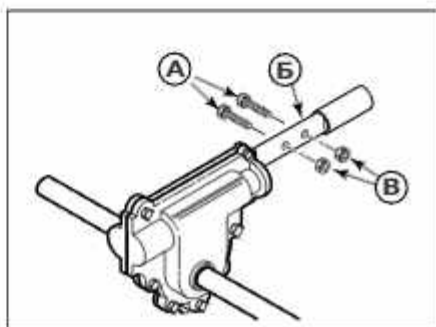

Рис. 43
2. Снимите текущие срезные болты (рис. 43, поз. А) и контргайки (рис. 43, поз. В) с вала крыльчатки (рис. 43, поз. Б).